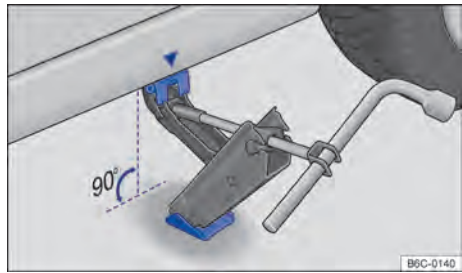

Fig. 220 Puntos de apoyo del gato y gato posicionado atrás en el lado izquierdo trasero del vehículo.
9. Garantizar que la base del gato, con toda su superficie, esté sobre el piso y que la base se encuentre perpendicularmente por debajo del punto de colocación → fig. 220. ▶
10. Alinear el gato y, simultáneamente, levantar la garra del gato hasta que se encaje en el travesaño debajo del vehículo → fig. 220.
- Posicionar el gato únicamente en los puntos indicados. La garra del gato debe encajarse en el perfil del larguero de forma segura → fig. 220.